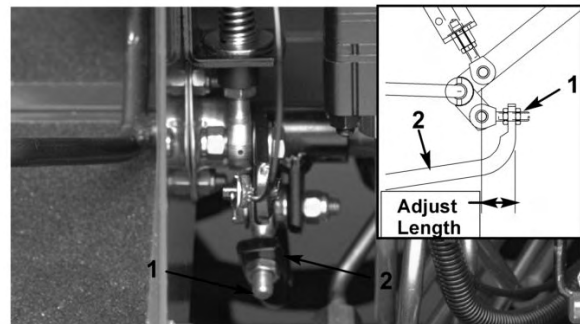

Figura 49
4. Ajuste as porcas de segurança na extremidade da barra da bomba para mover o tubo de controlo da bomba para a frente e eliminar o risco de deslizamentos para a frente e para trás (Figura 49).